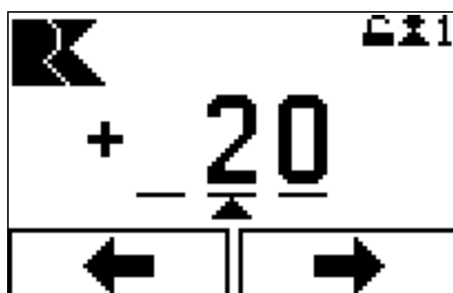

Abb. 46: Wert eingeben
3. → Relative Zielposition (Hub des Antriebs, Abb. 46) einstellen.